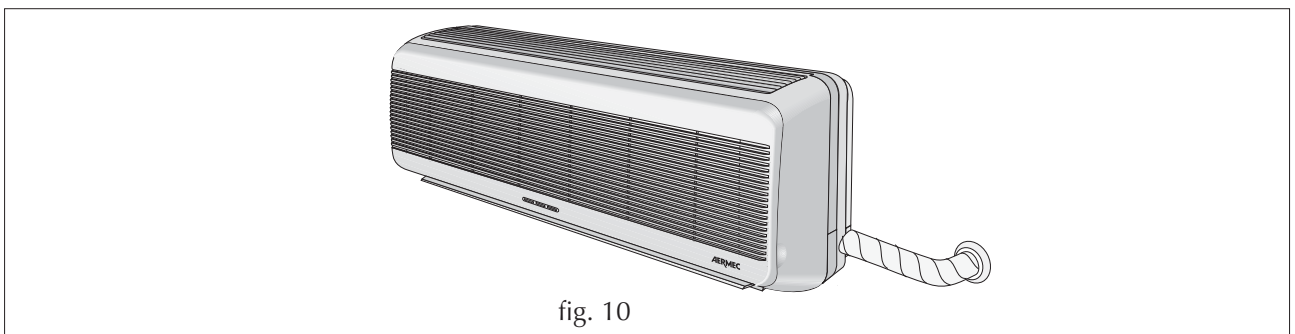

fig. 10
- f) Isoler les tuyauteries de façon appropriée (fig. 10).
- f) Isolieren Sie die Rohre auf geeignete Weise (Abb. 10).